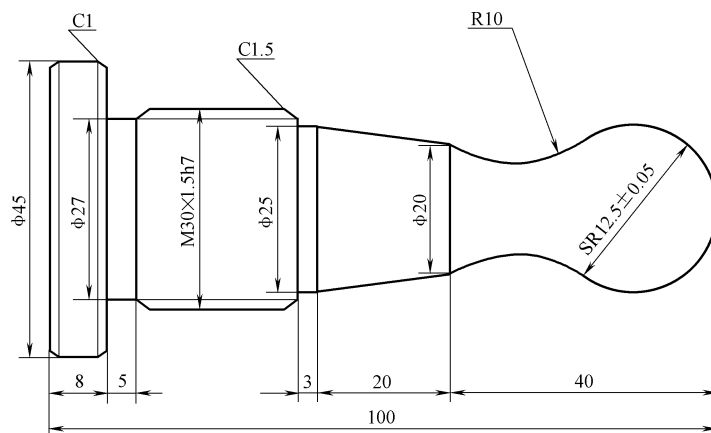

图 D-3 造型与编程题 3
3. 已知毛坯尺寸为 $\phi 60\text{mm} \times 150\text{mm}$ ，材质为 45 调质钢，根据图 D-3 所示的零件图尺寸，完成零件的车削加工造型（建模），生成加工轨迹，并根据 FAUNC-0i 系统要求进行后置处理，生成 CAM 编程 NC 代码。